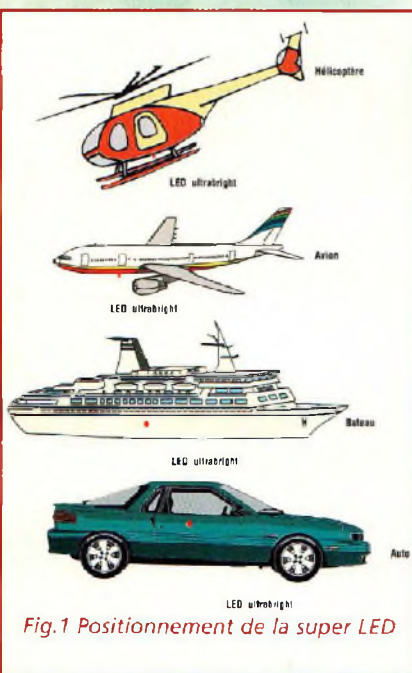

Fig.1 Positionnement de la super LED
- dans l'habitacle ou en lieu et place d'un des feux de signalisation pour un modèle réduit automobile (voir fig.1)